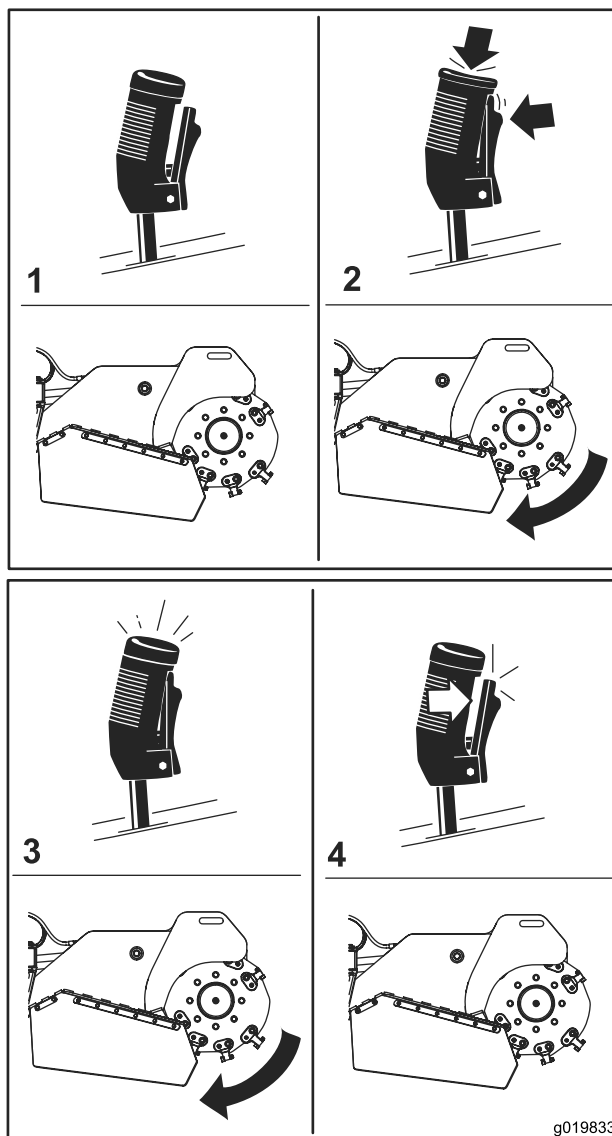

Figura 12
- Para poner en marcha la destoconadora (Figura 12), apriete el gatillo y, a continuación, pulse el botón rojo en la parte superior de la palanca. Cuando la destoconadora haya arrancado, puede soltar el botón rojo.
- Para detener la destoconadora (Figura 12), suelte el gatillo durante más de medio segundo.